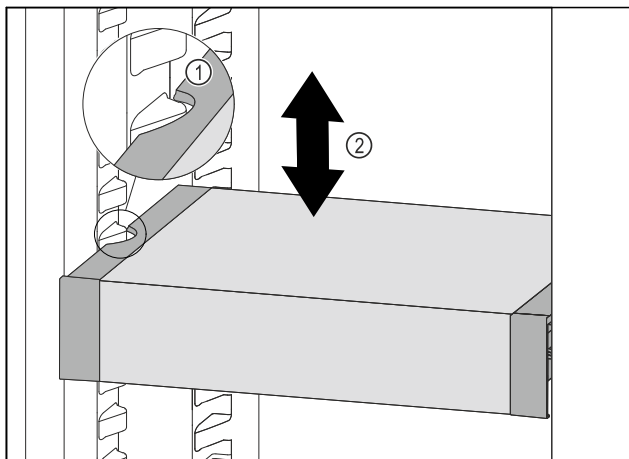

Fig. 174
- Тяните VarioSafe вперед, пока боковые выемки VarioSafe не окажутся на высоте выступа резервуара в холодильном отделении. Fig. 174 (1)
- Двигайте VarioSafe в холодильном отделении вверх или вниз, пока не будет достигнута требуемая высота. Fig. 174 (2)